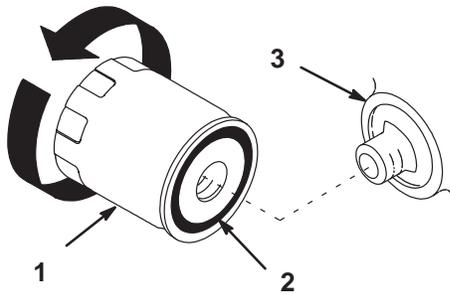

Figure 39
2. Déposez le filtre à huile usagé et essuyez la surface du joint de l'adaptateur (Fig. 39).
4. Appliquez une fine couche d'huile neuve sur le joint en caoutchouc du filtre de rechange (Fig. 39).
5. Posez le filtre à huile de rechange sur l'adaptateur. Tournez le filtre dans le sens horaire jusqu'à ce que le joint rejoigne l'adaptateur, puis donnez 1/2 tour supplémentaire (Fig. 39).